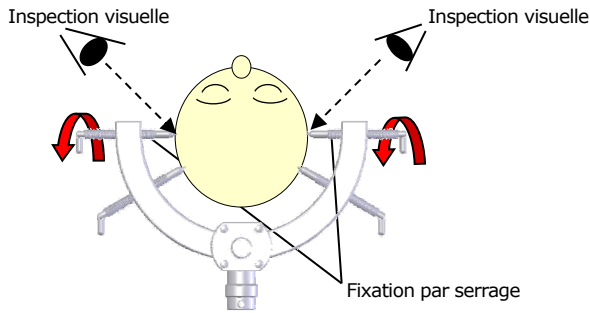

Fig.3
3. **Enfin, tourner les goupilles de tête fixées provisoirement de 1/4 à 1/2 tour pour les serrer davantage (Figure 3). Un serrage excessif des goupilles de tête pourrait**